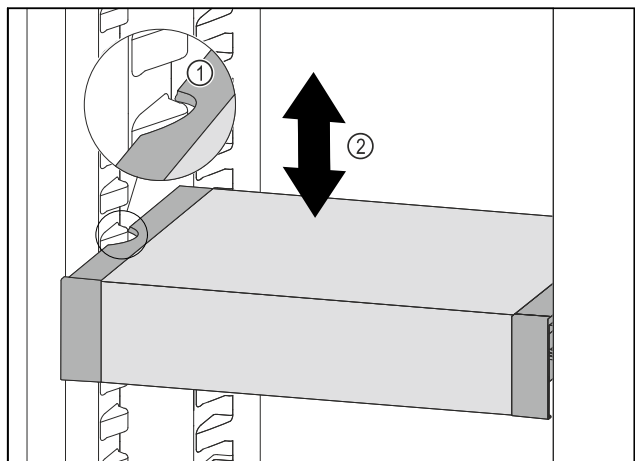

Fig. 114
- Потягнути VarioSafe вперед, поки бокові заглиблення VarioSafe не опиняться на рівні ребра для резервуара в охолоджувальному відділенні. Fig. 114 (1)
- Пересувайте VarioSafe вгору або вниз в охолоджувальному відділенні до тих пір, поки не досягнете бажаної висоти. Fig. 114 (2)